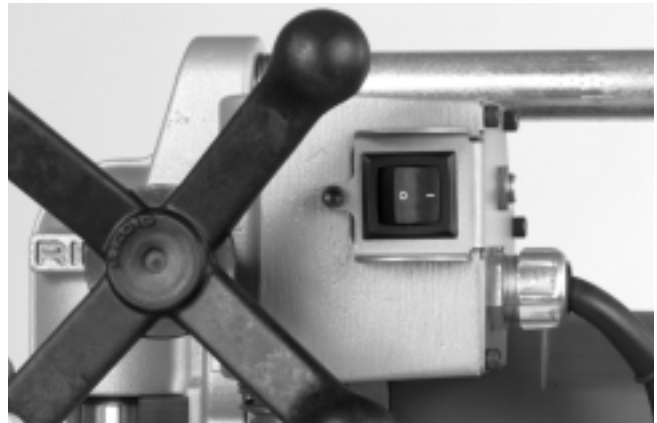

Figure 20 – Interrupteur marche/arrêt du modèle HC-300
1. La mise en marche de la HC-300 est assurée par un interrupteur marche/arrêt situé sur le flanc de l'appareil, derrière la molette d'alimentation (Figure 20).